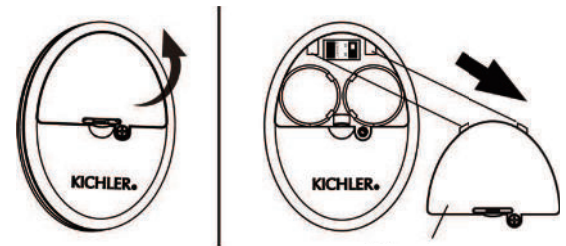

Fig. 29
Sinon, la télécommande ne fonctionnera pas. Pour effectuer ce processus manuellement, suivez les étapes ci-dessous : Après l'installation et le câblage de l'unité, rétablissez l'alimentation de votre ventilateur, appuyez sur la touche « LEARN » et maintenez-la enfoncée pendant 1 à 3 secondes, le ventilateur se mettra en marche à vitesse moyenne et la lumière (si installée) s'allumera. Cela confirme que le processus d'apprentissage est terminé. Cette opération doit être effectuée dans les 30 secondes suivant la remise sous tension du ventilateur. (Fig. 29)
REMARQUE : Assurez-vous que l'interrupteur à glissière dans le compartiment à piles marqué « D O » est en position « D ». (Fig. 29)
Étape 4. Remettez le couvercle de la pile et serrez avec un tournevis. (Fig. 29)